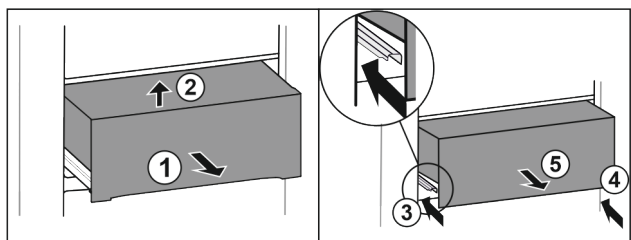

Fig. 42
- Dra ut utdragslåda till hälften. Fig. 42 (1)
- Lyft upp utdragslåda fram till. Fig. 42 (2)
- Skjut in vänster skena. Fig. 42 (3)
- Skjut in höger skena. Fig. 42 (4)
- Ta ut utdragslåda genom att dra den framåt. Fig. 42 (5)